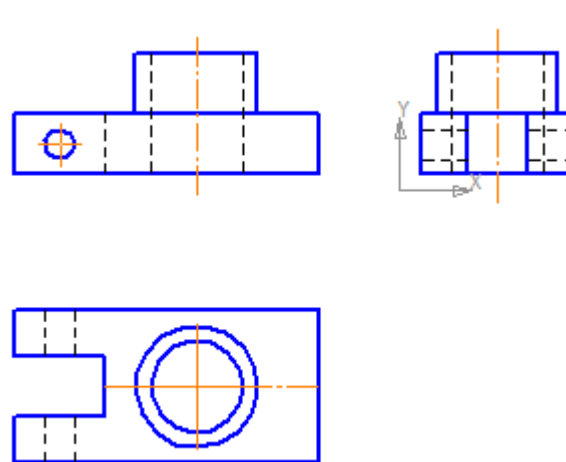

Рис. 11. Чертеж. Направляющая
- строка **Меню** – **Редактор** – **Удалить** – **Вспомогательные кривые и точки** (рис. 11);